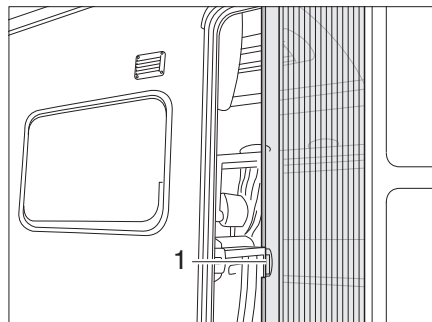

Fig. 47 Protezione contro gli insetti
*Apertura:* ■ Estrarre completamente la protezione contro gli insetti mediante la maniglia (Fig. 47,1).
*Chiusura:* ■ Far rientrare la protezione contro gli insetti mediante la maniglia (Fig. 47,1).